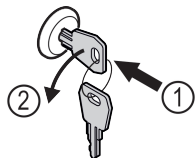

Fig. 143
- ▶ Sleutel erin duwen. Fig. 143 (1)
- ▶ Sleutel 90° linksom draaien. Fig. 143 (2)